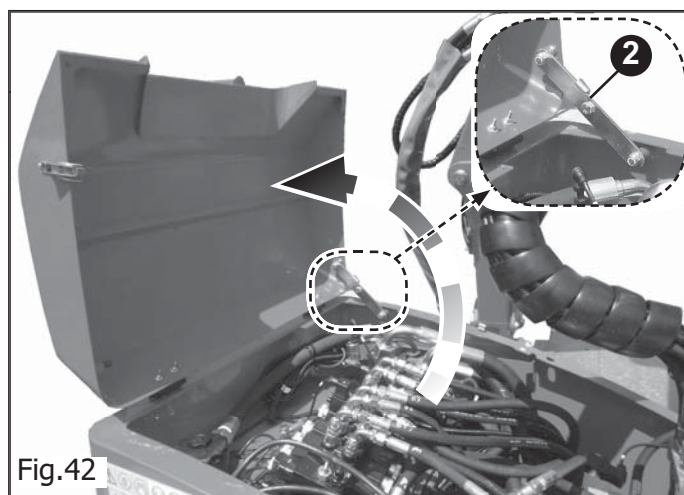

Fig.42
- Lever le carter de protection en s'assurant que le levier de sécurité (2 Fig.42) est dans la position correcte, afin d'éviter